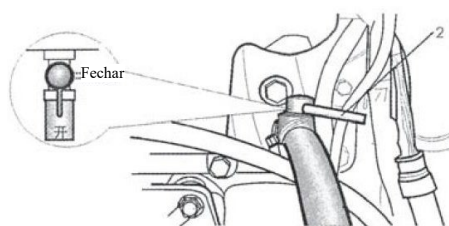

Figura 4-27 Válvula de água de ar quente
A válvula do aquecedor está localizada atrás do motor e a válvula de conexão com o tubo de entrada de água é no painel (veja a figura 4-27). Gire a alavanca ② para ajustar a quantidade de fluxo de água de resfriamento do motor para controlar a temperatura na cabine. O ar quente entra na cabine através de uma saída M. Se não for necessário aquecer a cabine, basta fechar a válvula (veja a figura 4-27, a alavanca 2 é vertical) para impedir que a água de resfriamento flua no radiador. Ao liberar a água de resfriamento do motor, a válvula deve estar aberta. No inverno, adicione líquido anticongelante no aquecedor ou abra a válvula de liberação de água na cabine (dentro da grade da cabine, veja a figura 4-26) para liberar água nela.